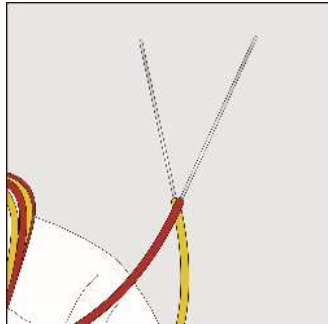

Abb. 3-37
- Kreuzen und verdrehen Sie die Drahtenden mehrere Male, um eine feste Verbindung herzustellen (Abb. 3-37 → 3-39).